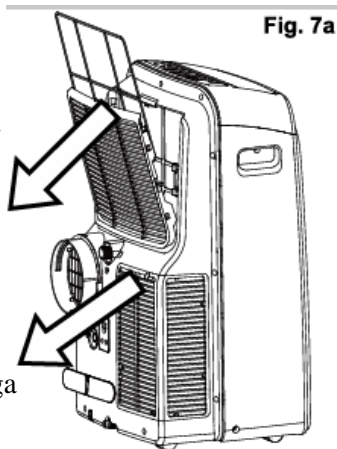

Fig. 7a
- Apague el aire acondicionado y retire el prefiltro lavable y el filtro de carbón activado de la unidad (Fig. 7a y 7b).
- Retire el filtro inferior aflojando el tornillo y bajando la rejilla de entrada de aire (Fig. 7a)